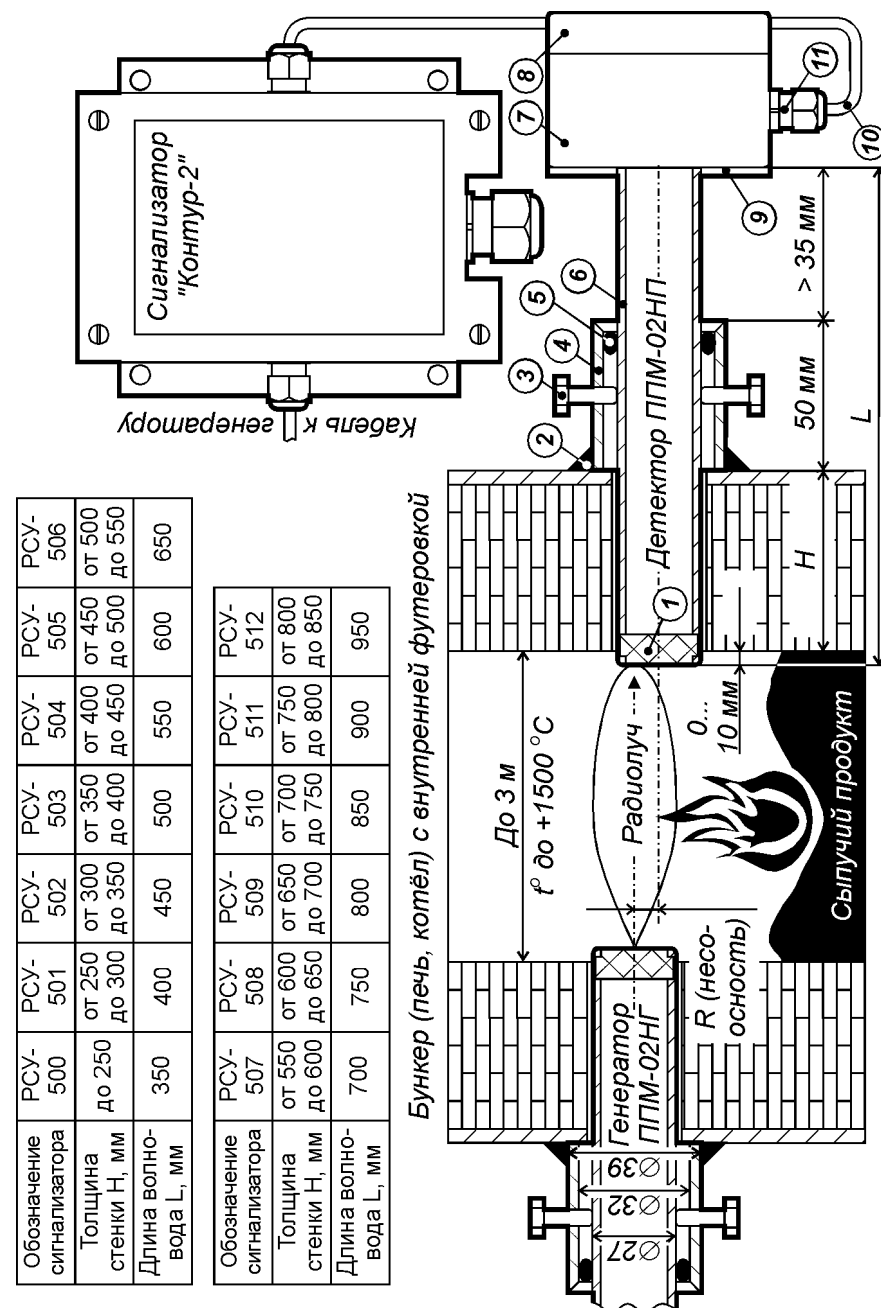

Рис. 1. Принцип действия датчиков уровня серии РСУ-500.
Принцип действия датчиков уровня серии РСУ-500 (далее – «датчиков») основан на ослаблении амплитуды радиосигнала, проходящего сквозь слой контролируемого продукта (рис. 1).
В комплект поставки датчика входят микроволновые генератор и детектор. Они устанавливаются в соосные отверстия на противоположных стенках бункера: толщина стенок может достигать 850 мм (см. таблицу обозначений на рис. 1).
Генератор ППИМ-02НГ и детектор ППИМ-02НП имеют одинаковую конструкцию, показанную на рис. 1.
К корпусу через латунный фланец [поз. 9] прикреплён круглый волновод [поз. 6], изготовленный из терморезистивного металлического сплава. Со стороны контролируемого продукта волновод закрыт жаростойкой диэлектрической заглушкой [поз. 1]. Требуемая длина волновода L зависит от толщины футерованной стенки бункера и кодируется в обозначении типа датчика в соответствии с таблицей на рис. 1.
Установка генератора и детектора на бункер или его конический сход должна проводиться в строгом соответствии с рис. 1.
Сигнал, излучаемый генератором, является поляризованным: при повороте оси детектора относительно оси генератора (оси обозначены на рис. 1 штрих-пунктирной линией) чувствительность датчика резко снижается и при угле поворота в 90° падает практически до нуля.
1. Просверлить на противоположных стенках бункера, друг напротив друга сквозные отверстия диаметром 28...30 мм. Несоосность отверстий (R на рис. 1) не должна превышать 5% от внутреннего диаметра (сечения) бункера.
3. Измерить расстояние от внутренней поверхности футерованной стенки бункера до внешней грани крепёжной трубы. Отмерив указанное расстояние от торца керамической заглушки (поз. 1 на рис. 1) нанести на волновод (поз. 6 на рис. 1) соответствующую метку.
4. Избегая перекосов, вставить в подготовленные отверстия через крепёжные трубы генератор ППМ-02НГ и детектор ППМ-02НП до совпадения метки с внешним краем крепёжной трубы. Модуль должен быть установлен заподлицо с внутренней поверхностью стенки или выступать внутрь бункера не более, чем на 10 мм (см. рис. 1). При этом расстояние между внешней гранью крепёжной трубы и латунным фланцем (поз. 9 на рис. 1) должно быть не менее 35 мм.
6. Между волноводом и крепёжной трубой (см. рис. 1) необходимо проложить термостойкий шнур из комплекта поставки. Шнур укладывается равномерно слоем 1,5 – 2 витка и обеспечивает защиту пластикового корпуса генераторного (детекторного) модуля от открытого пламени.